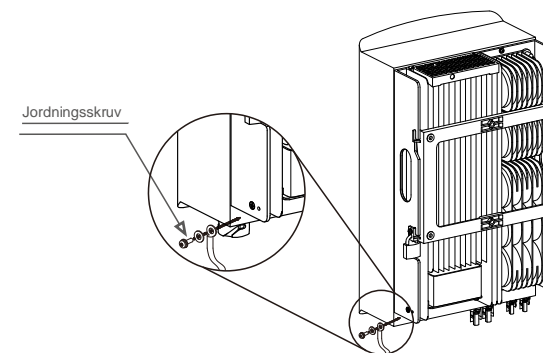

Bild 5.10 Fäst kabel
- 6) Anslut jordkabeln till jordpunkten på kylflänsen och dra åt jordskruven, vridmomentet är 3Nm (se bild 5.10).